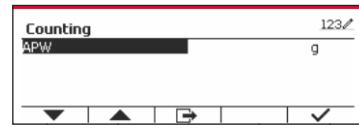

Figure 43
- Une autre méthode consiste à appuyer d'abord sur la touche multifonction correspondant à l'icône  pour accéder au sous-menu de saisie du poids moyen unitaire (APW). (Voir Figure 43)